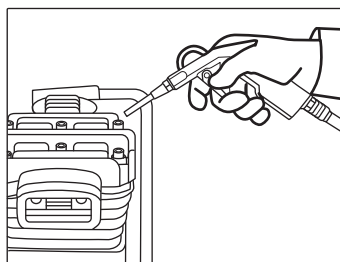

Рис. 11
Регулировка выходного давления сжатого воздуха возможна с помощью выходного редуктора и манометра расхода выходного воздуха. Для этого достаточно повернуть вентиль редуктора (D) по часовой стрелке для увеличения давления, против часовой стрелки — для уменьшения давления. Закончив работу, рекомендуется перевести значение выходного давления на ноль по манометру (A) (рис. 11). Данная операция необходима, чтобы предотвратить увеличение погрешности и быстрый износ редуктора.
Подключение пневматического инструмента к компрессору осуществляется с помощью выходного быстросъемного штуцера (F) (рис. 11) или разъема для пневматического шланга.
Рекомендуется продуть сжатым воздухом все ребра головок компрессора (рис. 11).